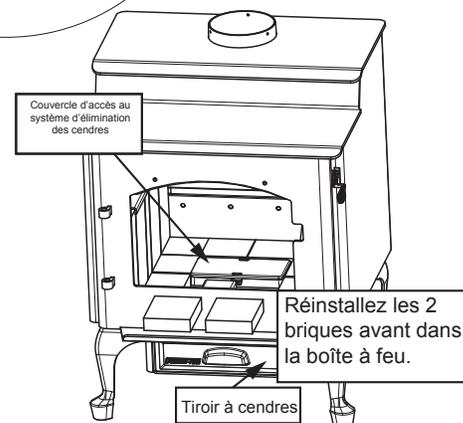

Figure 23.4
- Remettre les 2 briques en place (**Figure 23.4**).
- Installez le couvercle d'accès à l'ARS à l'intérieur de la rainure située à l'intérieur de la boîte à feu (**Figure 23.4**).